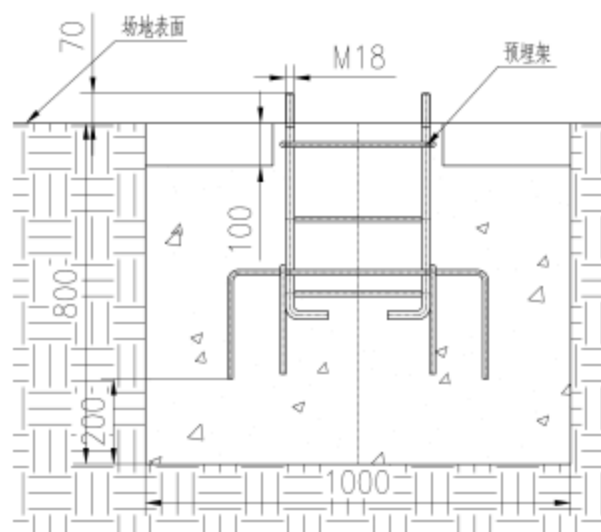

图5
4)向混凝土基坑中浇注混凝土,浇注至距场地表面100mm处(如图5);